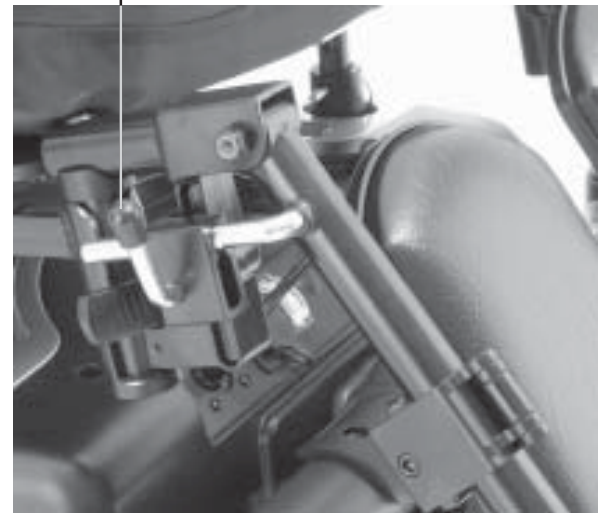

Figure 16. Repose-jambes réglables
1. Appuyez sur le levier. Voir la figure 16.